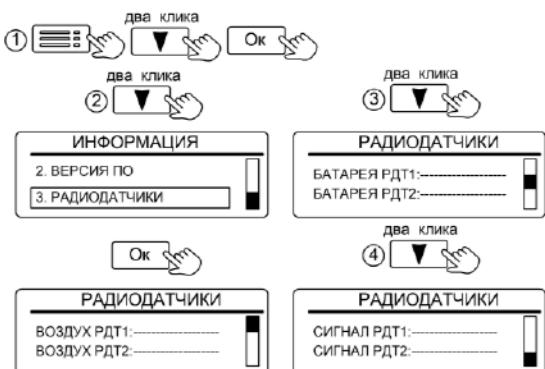

Рисунок 32. Вид вкладки «РАДИОДАТЧИКИ»
**11.3.3 Окно «3.РАДИОДАТЧИКИ»** отображает информацию о температуре воздуха в зонах, где они установлены (рис. 32).